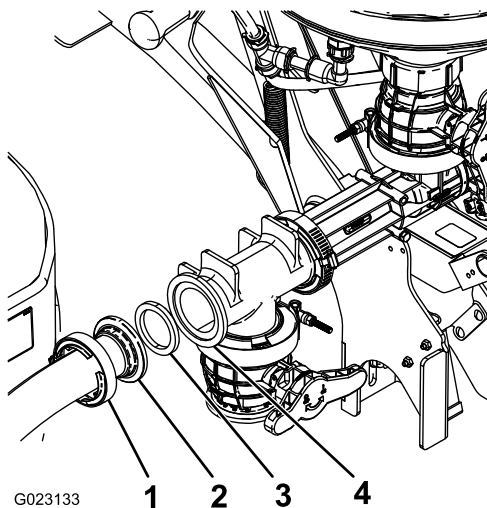

**Figura 17**
1. Instale a extremidade do tubo com a união de 90° ao anteparo previamente instalado, utilizando um pino de fixação (Figura 17).